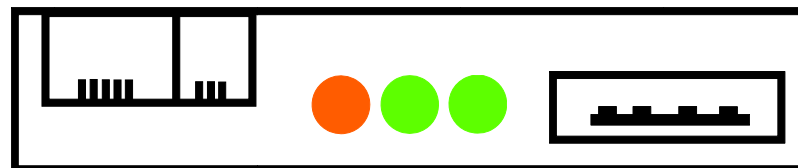

Bild 7
- Anslut strömkabeln till maskinen. OBS! Displayen tänds inte upp vid uppdatering men de tre lysdioderna som sitter vid USB porten lyser på följande sätt, de två närmast porten lyser grönt och den tredje lyser med ett orange sken. Bild 7